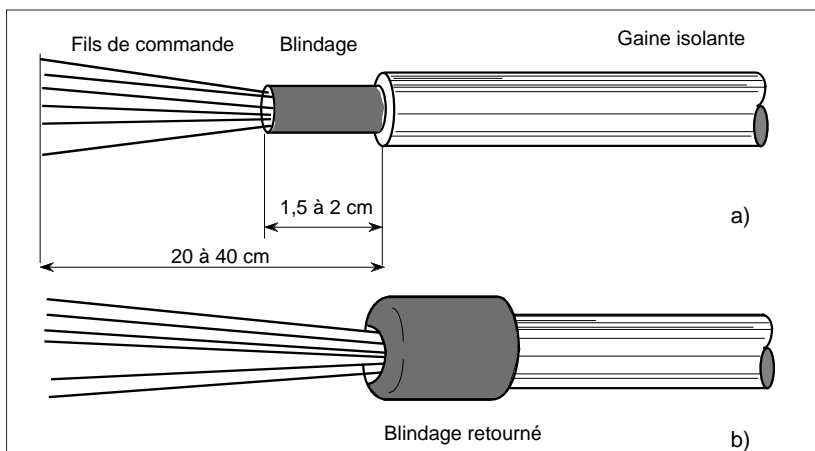

Figure 3-10 Dénudage du câble de commande
- **Dénuder** le câble blindé comme expliqué sur la figure 3-10,a.
- **Retourner** le blindage sur la gaine isolante (figure 3-10,b).